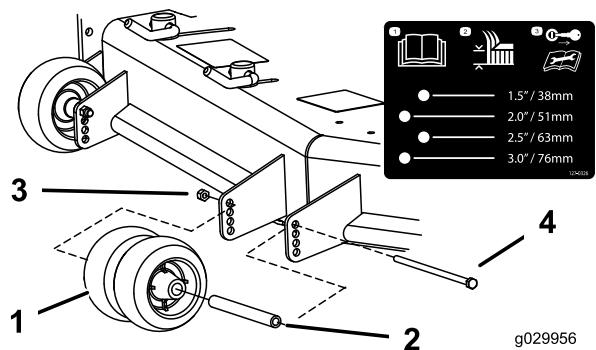
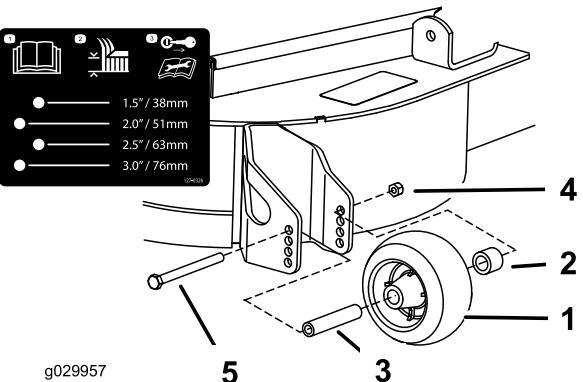
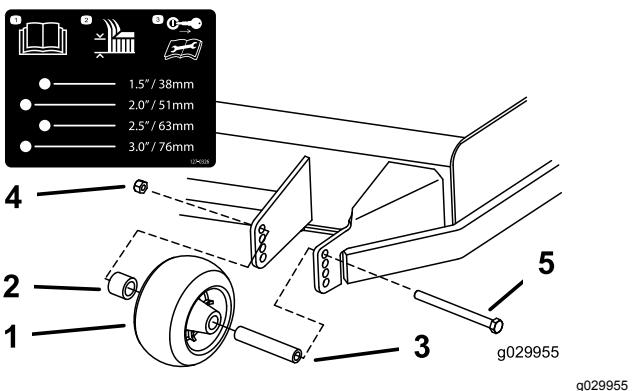

Figura 29
Figura 30
Figura 28
3. Ajuste los rodillos protectores del césped según se muestra en Figura 28, Figura 29 y Figura 30.